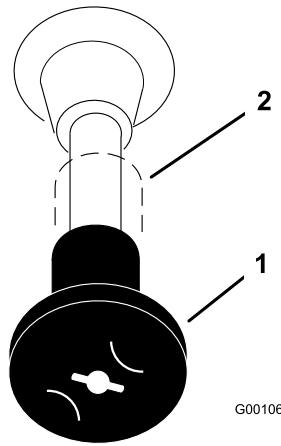

Figura 13
4. Si el motor está frío, mueva el control del estárter a la posición **arranque** antes de arrancarlo (Figura 13).
7. Despues de que el motor arranque, abra el estárter (Figura 13). Si el motor se cala o funciona irregularmente, vuelva a colocar el estárter en Cerrado durante unos segundos, luego mueva la palanca del acelerador al ajuste deseado. Repita este procedimiento tantas veces como sea necesario.